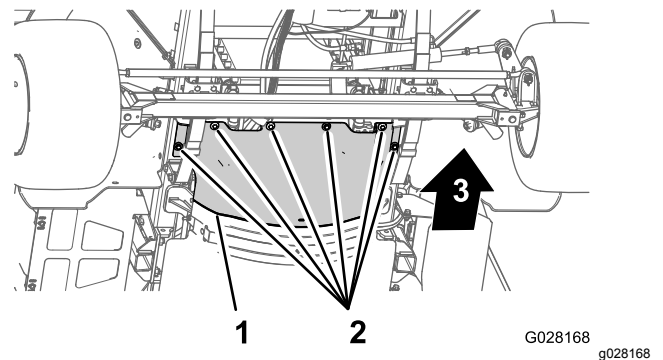

図 59
3. 前側防熱シールドをシャーシに固定しているソケットヘッドボルト6本とワッシャ6枚を外してシールドを取り外す 図 59。